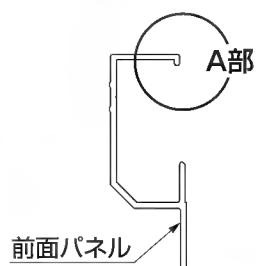

図5-2
- 前面パネルを柱の溝に差込む際、A部の把手を持って上から差込んでください。指を挟むおそれがあります。(図5-2参照)